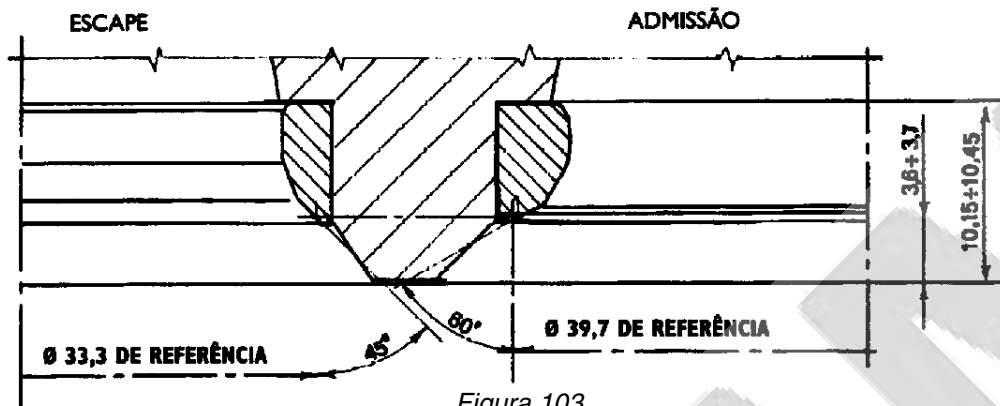

Figura 103
1. Con una herramienta apropiada (1), - efectuar el rectificado de los asientos conforme a los valores de inclinación indicados en la figura 103.
3. Rectificar las nuevas sedes, utilizando una herramienta apropiada, de acuerdo con los valores de inclinación indicados en la figura 103.
4. Rectificar la sede de los inyectores, para limpiar eventuales incrustaciones, utilizando la fresa 99394038 (1).